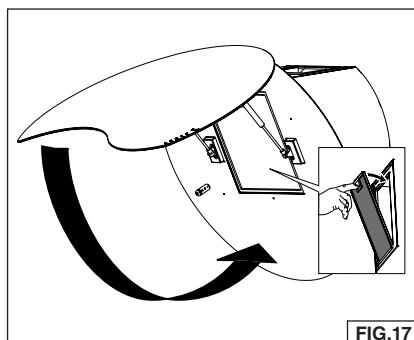

FIG. 17
15. Reinstale el filtro de grasa. Fig. 17.